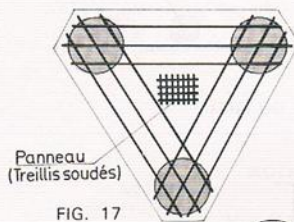

FIG. 17
- les côtés, en ajoutant un quadrillage (fig. 17).